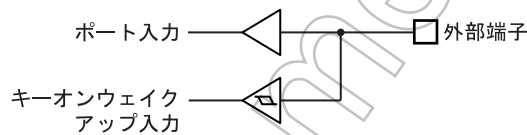

図 14-2 キーオンウェイクアップ入力とポート入力
- 注 3) キーオンウェイクアップ入力とポート入力は入力回路が別系統となりますので、入力電圧のしきい値がそれぞれ異なります。従って STOP モード起動前にポート入力によって確認した値は、キーオンウェイクアップ入力の検出レベルと異なる場合があります。(図 14-2)